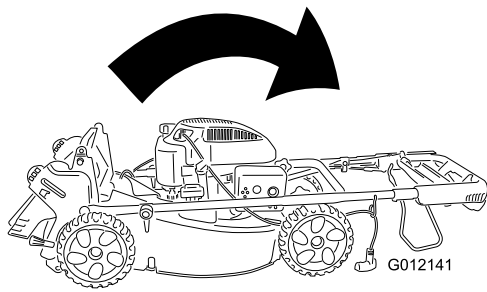

Figura 26
1. Doble el manillar hacia adelante (Figura 26).